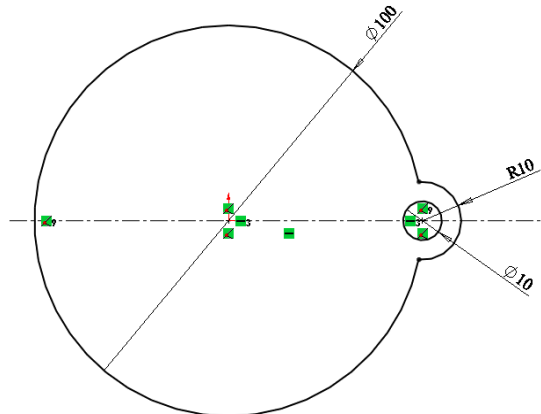

Рис. 3.1.2. Перший етап створення зовнішнього контуру деталі
2. Перейдемо до створення зовнішнього контуру деталі. Проведіть конструктивну горизонтальну вісь. Побудуйте коло діаметром 100, прив'язавши його центр до вихідної точки ескізу. Побудуйте коло діаметром 10 та дугу радіусом 10 справа на ескізі. Ви маєте отримати геометрію зображену на рис. 3.1.2